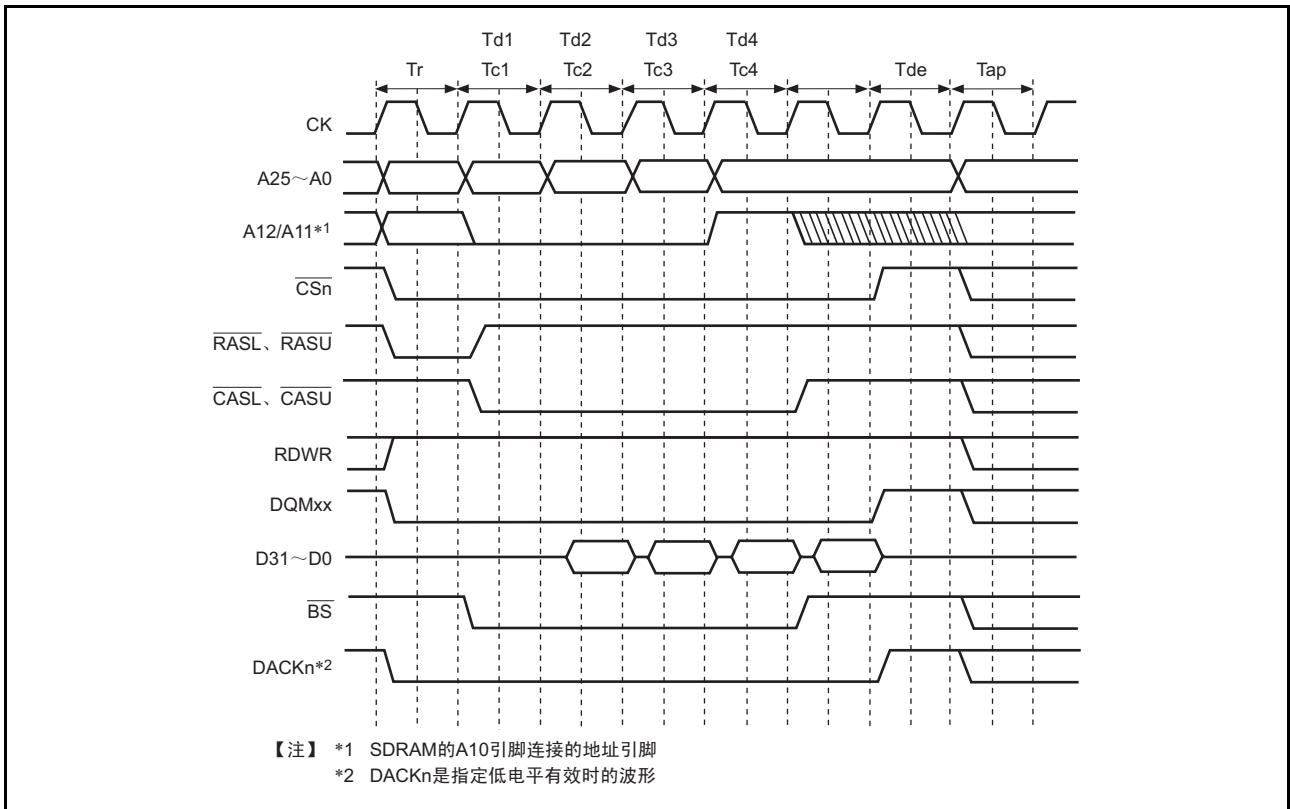
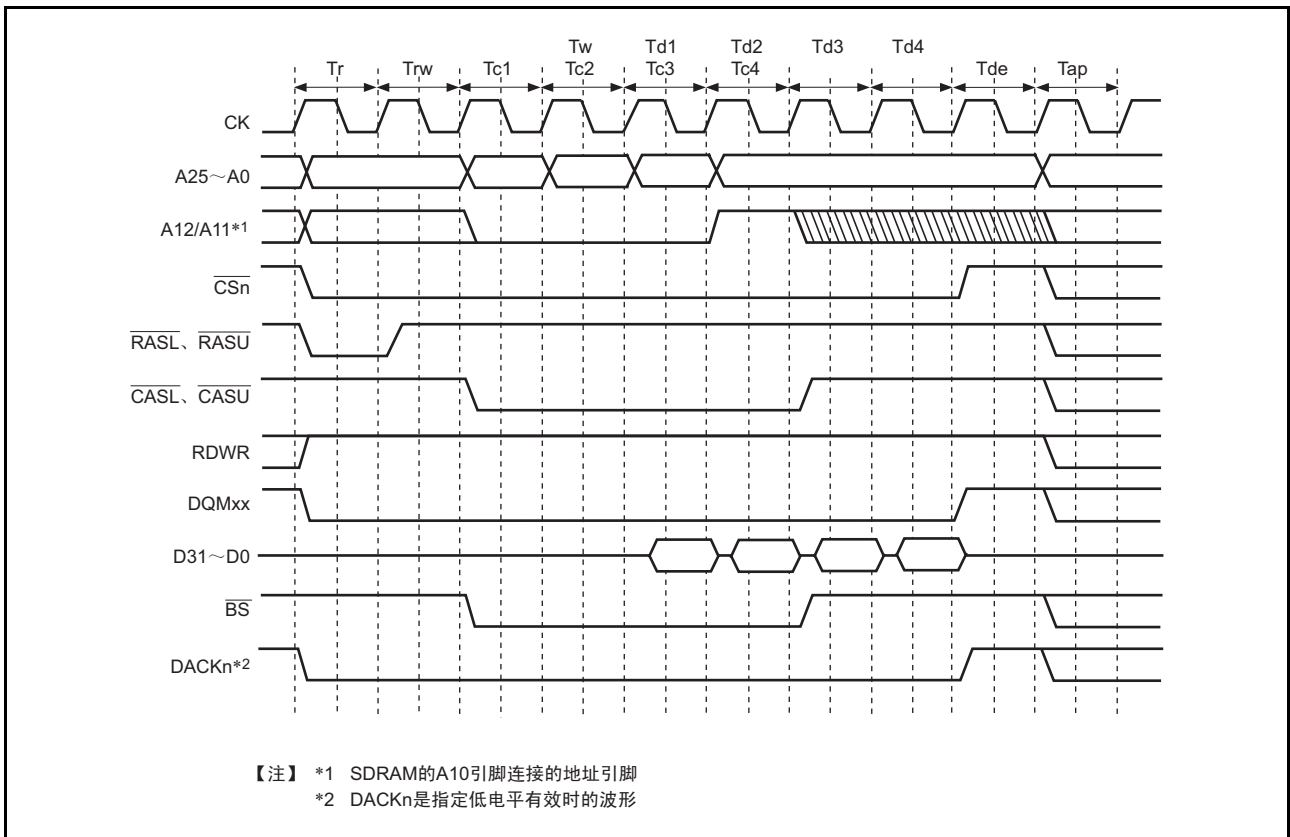

图 9.17 突发读的基本时序 (自动预充电)
图 9.18 突发读的等待指定时序 (自动预充电)
突发读时的时序图如图 9.17 和图 9.18 所示。在突发读时序中，在  $T_r$  周期输出 ACTV 命令、在  $T_{c1}$ 、 $T_{c2}$ 、 $T_{c3}$  周期产生 READ 命令、在  $T_{c4}$  周期产生 READA 命令，并且在从  $T_{d1}$  到  $T_{d4}$  的周期中的外部时钟 (CK) 的上升沿接收读数据。 $T_{ap}$  周期是等待 SDRAM 内部自动预充电结束 (由 READA 命令引起的) 的周期，在此期间不对同一存储体产生新命令，但是可存取不同 CS 空间或者同一 SDRAM 的不同存储体。通过指定 CS3WCR 的 WTRP1 和 WTRP0 决定  $T_{ap}$  的周期数。
本 LSI 为了用各种频率连接 SDRAM，能通过设定 CSnWCR 的各个位插入等待周期。各种等待的设定例子如图 9.18 所示。能通过 CS3WCR 的 WTRCD1 和 WTRCD0 位指定从 ACTV 命令输出周期  $T_r$  到 READA 命令输出周期  $T_{c1}$  之间的周期数。如果将 WTRCD1 和 WTRCD0 至少设定为 1 个周期，就在  $T_r$  周期和  $T_{c1}$  周期之间插入 NOP 命令产生周期的  $T_{rw}$  周期。能通过 CS2WCR 的 A2CL1 和 A2CL0 位以及 CS3WCR 的 A3CL1 位和 A3CL0 位，在 CS2 和 CS3 空间内分别独立指定从 READA 命令输出周期  $T_{c1}$  到读数据取周期  $T_{d1}$  之间的周期数。此周期数相当于同步 DRAM 的 CAS 潜伏时间。同步 DRAM 的 CAS 潜伏时间最多为 3 个周期，但是本 LSI 能设定 1 ~ 4 个周期，这是为了在本 LSI 和同步 DRAM 之间连接含锁存器的电路。